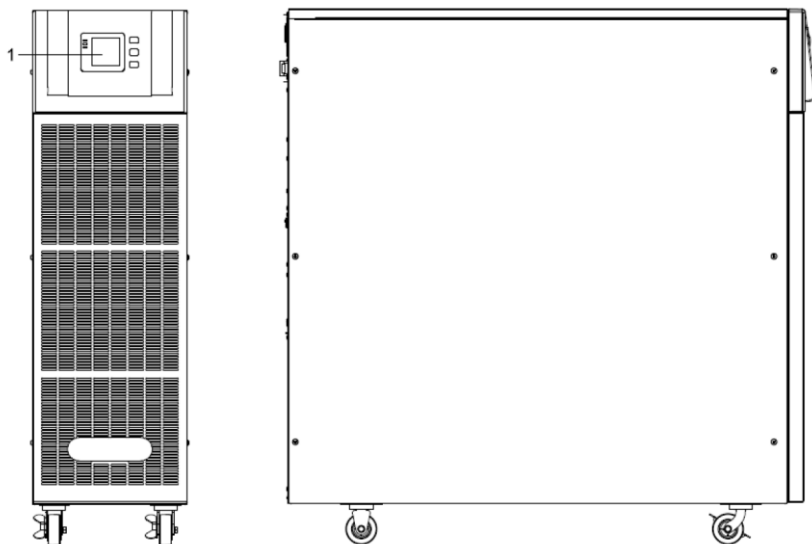
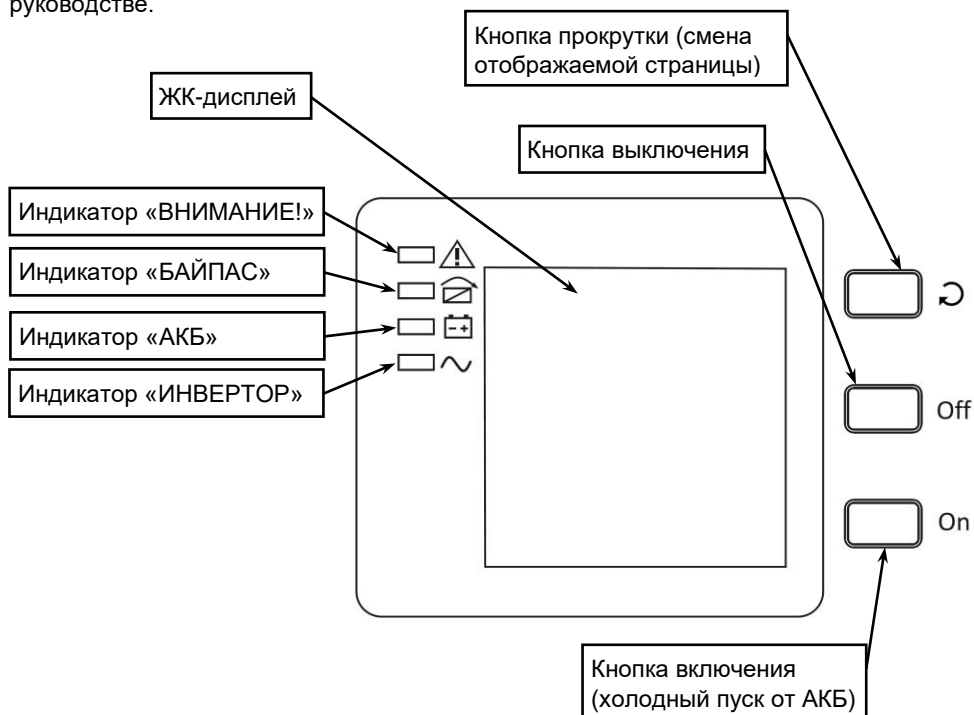

Рисунок 1 - Общий вид изделия спереди и слева, где 1 – ЖК-дисплей
Рисунок 3 - ЖК—дисплей
**Изделие выполнено** в напольном варианте корпуса типа TOWER, на передней панели которого расположены ЖК-дисплей, светодиодные индикаторы и кнопки управления (см. раздел «ОПИСАНИЕ ЖК—ДИСПЛЕЯ», рисунок 1 и рисунок 3).
**На ЖК—дисплее** отображаются значения основных параметров изделия (см. рисунок 3).